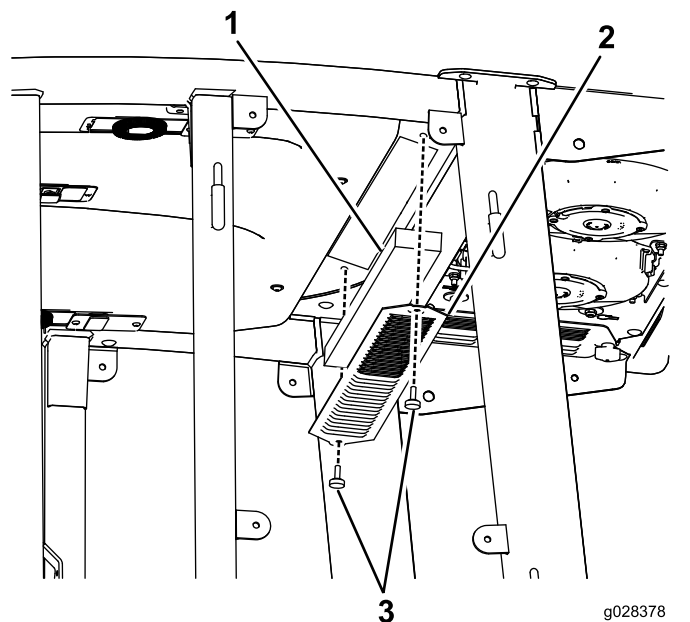
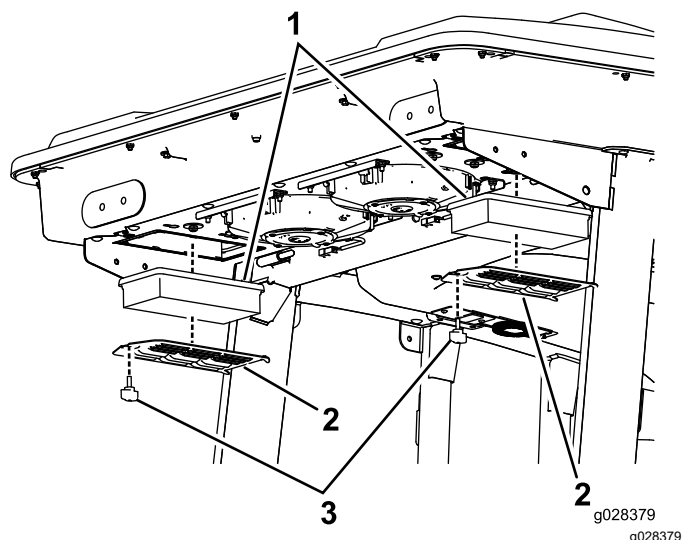
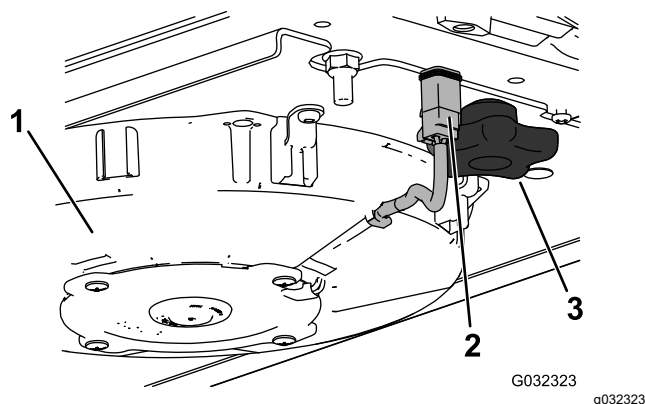
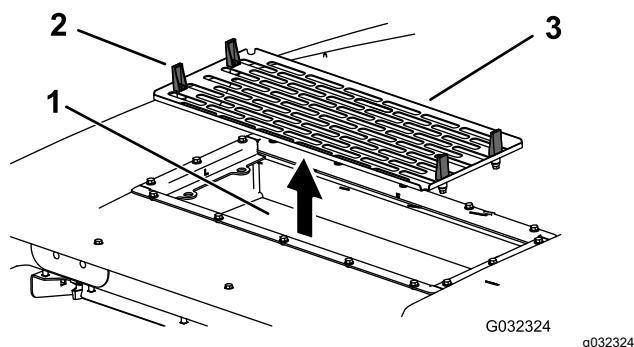

Рисунок 145
Рисунок 146
Рисунок 148
Рисунок 149
1. Выверните винты и снимите решетки у салонного и заднего воздушных фильтров кабины (**Рисунок 145** и **Рисунок 146**).
- Снимите воздушные фильтры (см. Рисунок 146).
- Установите воздушные фильтры, сетку и вентилятор в сборе (Рисунок 146, Рисунок 148 и Рисунок 149).
7. Подсоедините провод к каждому вентилятору (Рисунок 148).